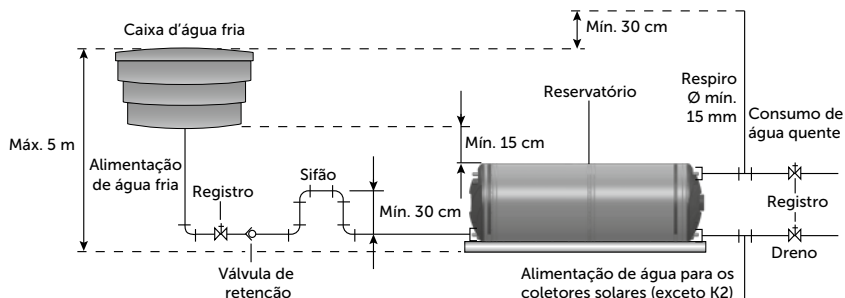

Fig. 5 - Circuito secundário – Baixa pressão
- Na tubulação de consumo de água quente, próximo ao reservatório térmico, deve haver um tubo de respiro para controlar a pressão em seu interior (Fig. 5).
- Na tampa lateral do reservatório térmico, onde está localizado o sistema de apoio elétrico (resistência), está o tubo superior que deve ser utilizado como saída para consumo de água quente (Fig. 5).